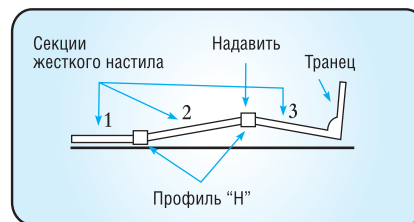

рис. 2
- Установите профиль "Н" между пайолом №2, 3. Надавите на образованный угол до полной установки жесткого настила (рис. 2).